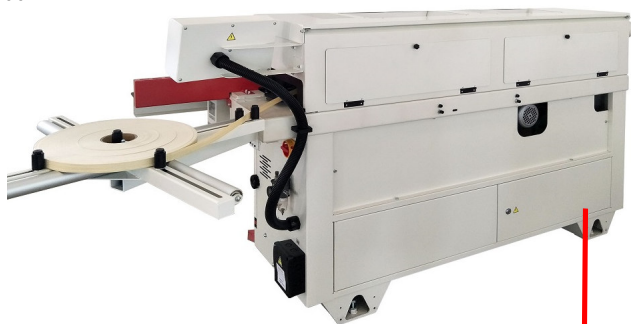

Рис. 8.4.1
Для замены предохранителей необходимо получить доступ к распределительной коробке (см. Рис. 8.4.1, Рис.8.4.2) и выполнить следующие действия:
5. Откройте коробку (Рис. 8.4.1)